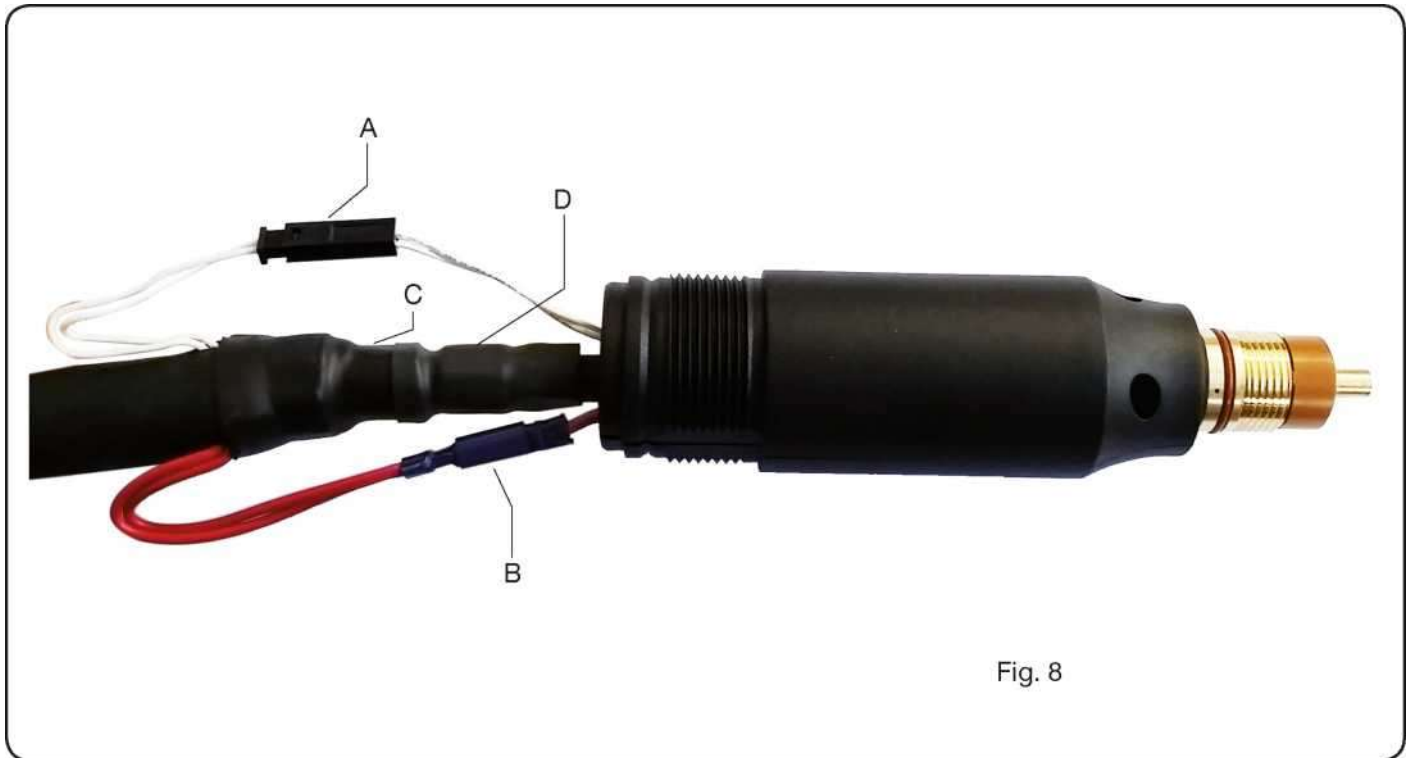

Fig. 8
- Отвинтите удерживающие установочные шпильки **G1** и **G2**, затем рукоятку **M**, потяните ее назад, пока не покажутся все кабели (см. Рис. 8).
- Вкрутите штуцеры **D** и **E** в соответствии с направлением стрелки - Рис.8
- Отвинтите удерживающие установочные шпильки **G1** и **G2**, затем рукоятку **M** и потяните ее назад, пока не покажутся все кабели (см. Рис. 8).